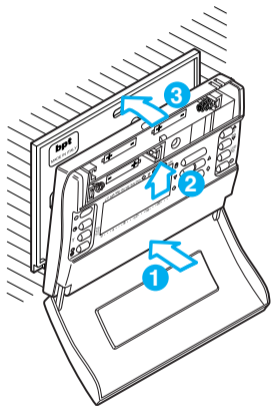
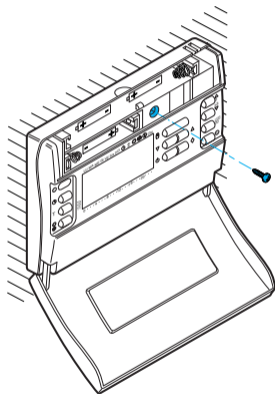

Fig. 11
Fig. 12
- Fissare il mobile al supporto innestandolo prima alla parete inferiore (fig. 11) e bloccarlo quindi con la vite in dotazione (fig. 12).